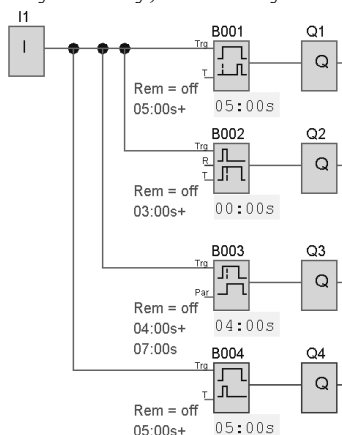

Рис. 9.13. Коммутационная схема
- Собрать коммутационную схему, показанную на рис. 9.13.